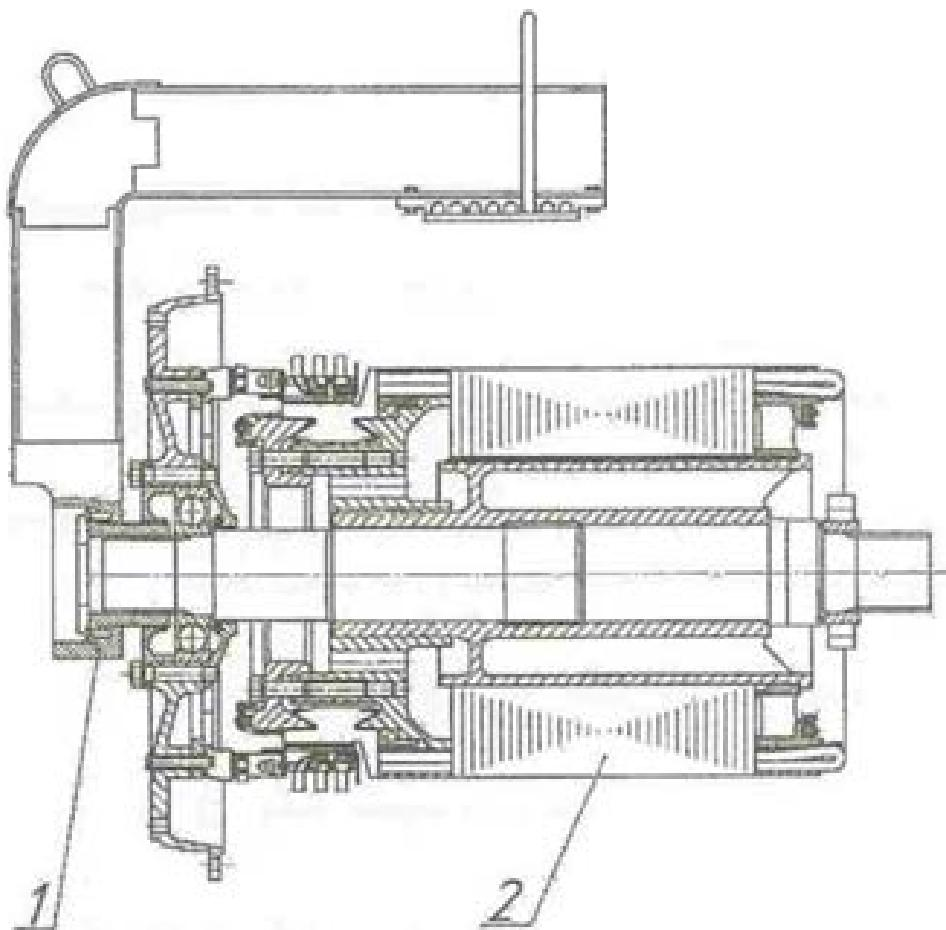

Рисунок 3
3.4.2.3 Соединить захват (рисунок 3) с якорем поз. 21. Отвернуть болты, крепящие щит подшипниковый поз. 19 к индуктору поз. 1. Вставив эти болты в отжимные отверстия щита и равномерно вращая их, отжать щит подшипниковый поз. 19. Вывернуть отжимные болты. Вывести якорь из индуктора наполовину.
уложить на седлообразное укладочное место без опоры на щит подшипниковый поз. 19. Отсоединить захват (рисунок 3) от якоря.
3.5.5.6 Соединить захват (рисунок 3) с якорем поз. 21. Якорь ввести в индуктор поз. 1 наполовину.